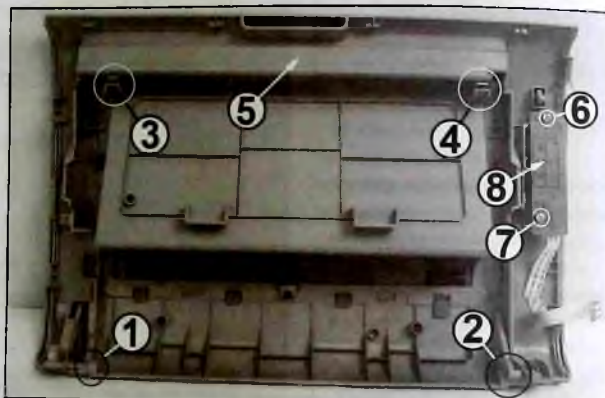

Рис. 11
рис. 11) и правой (2) осей крышки доступа к картриджу в посадочных местах на рамке. Освобождают фиксаторы (3 и 4 на рис. 11) крышки и перемещают дальнюю сторону рамки (5) вверх до установки ее в вертикальное положение. Удерживают рамку в вертикальном положении и снимают ее с осей крышки в сборе с панелью управления.
Примечание. На рамке крепления крышки расположена плата, линзы светодиодов и кнопки панели управления (ПУ). При необходимости ее демонтажа откручивают два самореза (6 и 7 на рис. 11), перемещают плату ПУ (8) вверх и снимают ее с рамки. Далее перемещают вверх корпус панели управления в сборе с линзами светодиодов и кнопками управления, расположенными под платой. Сборку выполняют в обратной последовательности. Проверяют посадку отверстий платы на ориентирующие выступы и закручивают саморезы крепления.